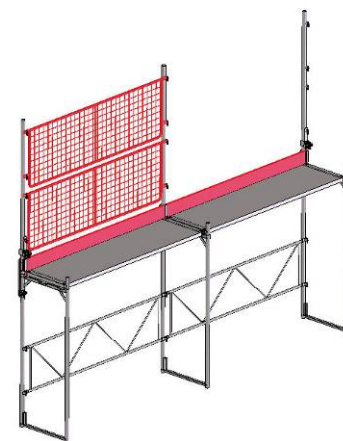

Fig. 9
5. Poursuivre de cette manière champ par champ (fig. 9)